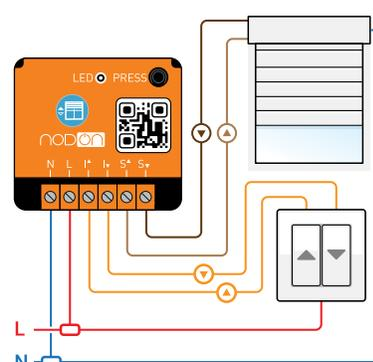

Abbildung 1
- 3 Verdrähten Sie das Modul gemäß dem Schema der Abbildung 1.
- **Stufe 1:** Das Signal wird wiederholt (1 Sprung, siehe Abbildung 1)
- **Stufe 2:** Das Signal wird wiederholt (2 Sprünge, siehe Abbildung 1)